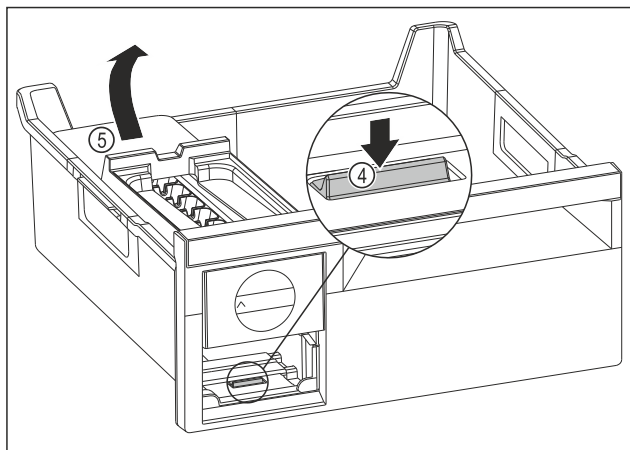

Fig. 121
- ▶ Vyjmutí korpusu EasyTwist-Ice: Lamelu Fig. 121 (4) zatlačte prstem směrem dolů a zároveň nadzvedněte druhou rukou korpus EasyTwist-Ice Fig. 121 (5) zezadu.